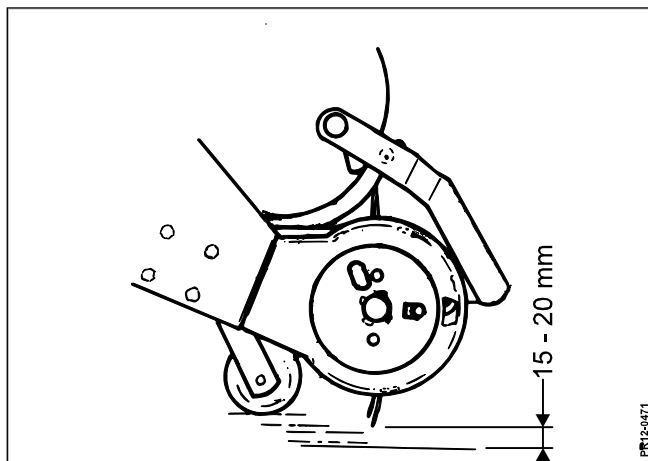

Fig. 6-7
**Fig. 6-7** Pickuppen er monteret med støtteruller af stål, som kan justeres i højden. Ab fabrik er hjulene justeret så der er 15-20 mm luft mellem fjedre og et plant og fast underlag. Kontrollér jævnligt at pickupfjedrene ikke går længere ned end nødvendigt for effektivt at kunne opsamle skåret. Rammer fjedrene for hårdt i jorden slides disse hurtigt, og drevet af pickuppen kan overbelastes.